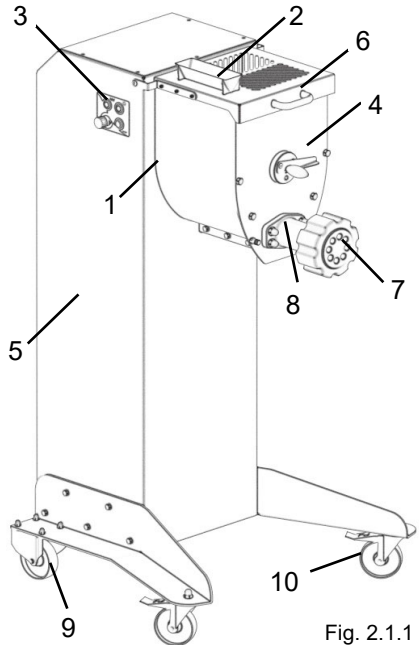
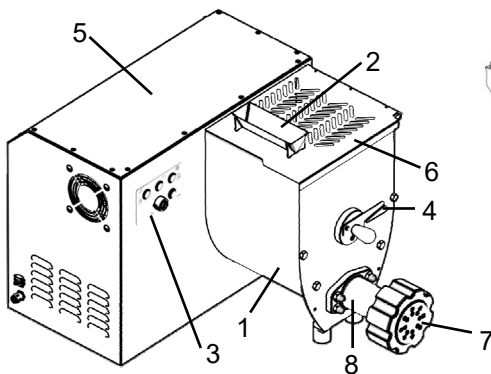

Fig. 2.1.1
Fig. 2.1.2
Zum einfacheren Verständnis der Anleitung werden im Folgenden die Hauptbestandteile der Maschine aufgelistet und in Abb. 2.1.1 - Abb. 2.1.2 dargestellt.
2. Schließen Sie den oberen Deckel und setzen Sie den Trichter „4“ (Abb. 2.1.1) auf den Deckel auf.